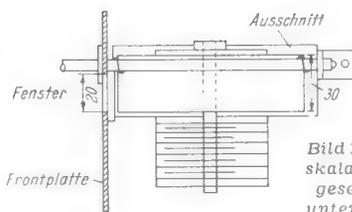
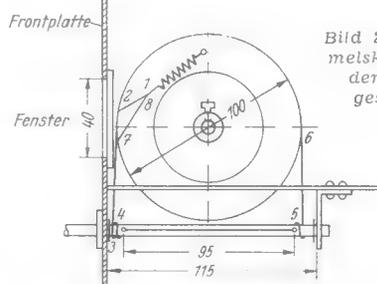

Bild 1. Trommelskala von unten gesehen, ganz unten der Drehkondensator
Bild 2. Trommelskala von der Seite gesehen
Eine für Meßgeräte geeignete Trommelskala kann man sich ohne großen Aufwand leicht selbst herstellen. Zu diesem Zweck schneidet man aus einer unverbeulten Blechbüchse von 100 mm Durchmesser den Boden mit einem 30 mm breiten Rand aus. Um die Trommel versteifen und auf der Drehkondensatorachse befestigen zu können, schraubt man sie auf ein glattes Skalenrad von etwa 50...70 mm auf. Da die Trommel bis unter das Chassis reicht, wird es rechteckig ausgeschnitten (Bild 1). Die Antriebsachse besteht aus einem 140 mm langen Eisenstab von 6 mm Durchmesser, in den nach Bild 2 zwei Löcher (Durchmesser je 2,5 mm) gebohrt werden. Damit die Achse in ihrer Längsrichtung nicht verrutscht, sägt man an der Innenseite der beiden Lager Einschnitte ein und schiebt Sprengringe auf. Das an der Frontseite befindliche Lager besteht aus einem Messing- oder Eisenblech von mehr als 2 mm Stärke.
Der Antrieb erfolgt über eine Skalenschnur. Die Schnur-Durchführungen zur Spannfeder werden nach Bild 2 mit Hilfe einer Reißnadel in die Trommel dicht am Rand der ehemaligen Blechbüchse von außen
eingestochen, damit kein Grat entsteht, an dem die Schnur beschädigt wird. Die Schnur läßt sich bei eingedrehtem Drehkondensator aufziehen und zwar von Punkt 1 über 2 zu 3. Sodann werden nach Bild 2 zehn Windungen um die Achse zu den Punkten 4 und 5 gewickelt. Nach zwei weiteren Windungen, die zu 6 und 7 führen, wird die Schnur bei 8 an der Feder befestigt. Nun beklebt man die Trommel mit glattem Zeichenkarton und trägt die Eichung auf. Es empfiehlt sich, das Skalenfenster (40x20 mm) mit Plexiglas abzudecken, das auf beiden Seiten mit Hilfe der Reißnadel eingeritzt wird, und so eine parallaxfreie Ablesung ermöglicht. Die entstandenen Striche sind mit roter Tusche auszuzeichnen
J. F. Craib beschäftigt sich mit Schaltung und Dimensionierung von Impulsverlängerungsketten, die eine bis zu 25fache Impulsverlängerung bei ausreichender Proportionalität zwischen Eingangs- und Ausgangsamplitude ermöglichen. Bei den gewöhnlichen Verzögerungsgliedern (Bild 1) können die abgegebenen Impulse nie flache
Rechts: Bild 1. Übliches Verzögerungsglied für Impulse
Unten: Bild 2. Schaltung zur Verlängerung der Impulsdauer von 1 bis 15 µsec ohne Amplitudenverlust
Scheitel haben, weil der verlängerte Teil des Impulses grundsätzlich aus der exponentiell verlaufenden Entladungskurve des RC-Gliedes besteht. Hinzu kommt, daß der allmähliche Auslauf der Entladungskurve die gewünschte Impulsdauer übersteigt und bereits bis in den nächsten Impuls reichen kann. Eine Lösung nach Bild 2 hingegen, die aus einer Vielfach-LC-Verzögerungskette besteht, ermöglicht Impulsverlängerungen mit linealfachem Scheitel und weitgehender Proportionalität zwischen Eingangs- und Ausgangsimpuls. In der gezeigten Anordnung können Impulse bis zur Größenordnung von 10 Volt verarbeitet werden. hgm